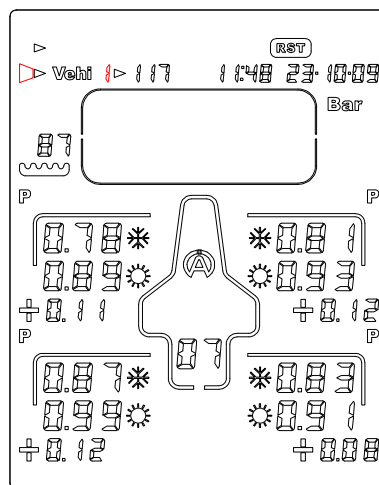

Figura 15
- 2) Com o botão  ou  , seleccione o ícone "Vehi" (figura 15)
- 3) Com o botão  ou  , seleccione o veículo desejado (figura 15)